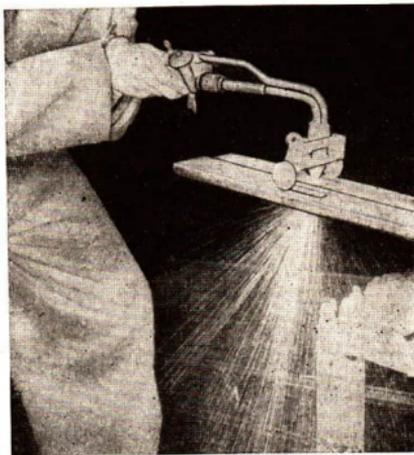

Abb. 34/1. Autogenes Schneiden von Blechen
a) *Gas in Stahlflaschen.* Beim autogenen Schweißen und Schneiden wird die erforderliche Temperatur durch Verbrennen von Gasen erzeugt (Abb. 34/1). Aus dem Chemieunterricht der Klasse 7 ist bekannt, daß